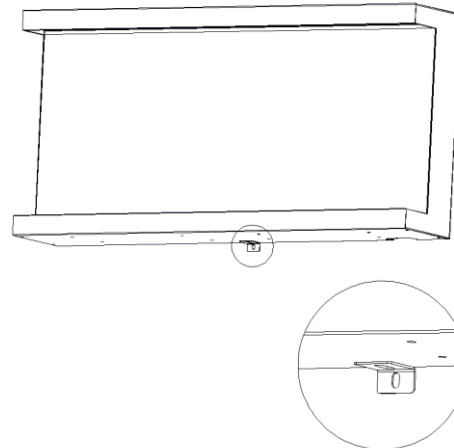

Fig 1-2
B.Mithilfe dieser Schraube ist die „L“-Stütze (**J**) am Boden der Feuerstelle zu montieren (**Fig 1-2**).